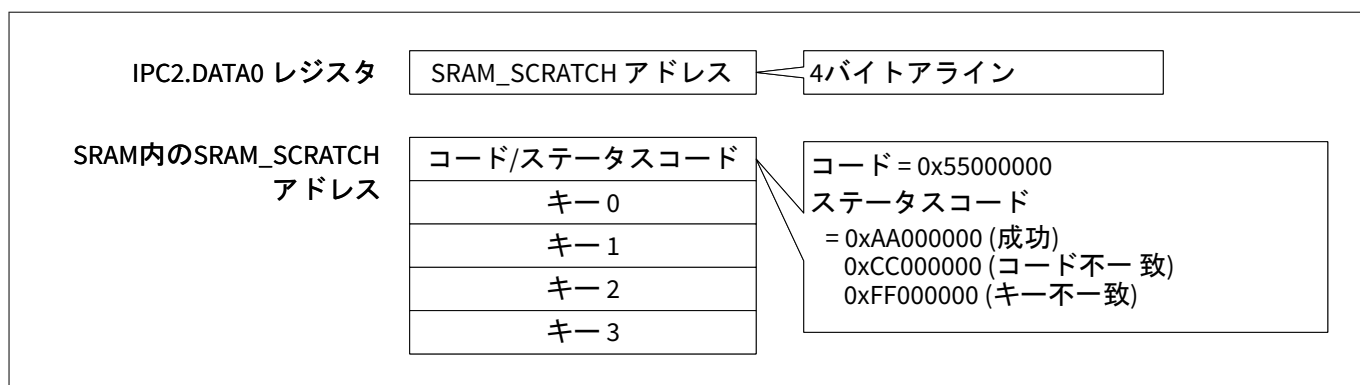

図 14 パラメータ構造
- Sys_DAP から入力されたパラメータ (128 ビットキーを含む) は、IPC2 を介して渡されます。図 14 に、パラメータの構造を示します。